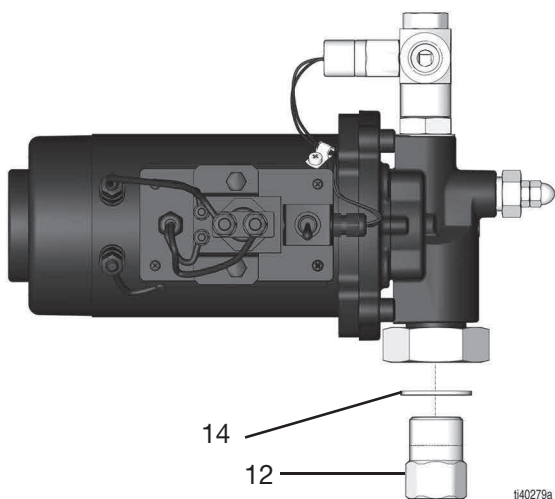

図 9
5. 1 3/8 インチレンチを使用して、インレットチェックバルブアセンブリ (12) を取り外します (図 9)。
6. シール (14) を取り外します (図 9)。
2. シール (14) を貼ります (図 9)。
3. インレットチェックバルブアセンブリ (12) のネジ山に PTFE ネジシールテープを貼ります。
4. インレットチェックバルブアセンブリ (12) を挿入し、手で締めます。
5. 1 3/8 インチレンチを使用して、インレットチェックバルブアセンブリ (12) を半回転から 3/4 回転させます。強く締め過ぎないでください。